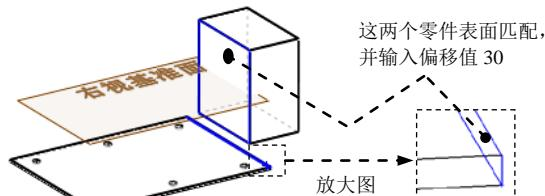

图 17.2.19 元件装配第三约束
(4) 创建“距离 3”配合。选取图 17.2.19 所示的两个面为要配合的实体, 单击 按钮, 并在其后的文本框中输入数值 30。单击 **配合对齐:** 选项中的“反向对齐”按钮 , 单击“距离 3”对话框中的 按钮。